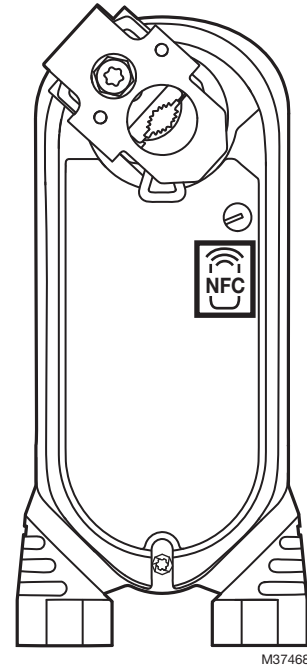

Fig. 21. Ubicación del área de acceso de la NFC.
- La ubicación del área de acceso de NFC se muestra en la Fig. 21.